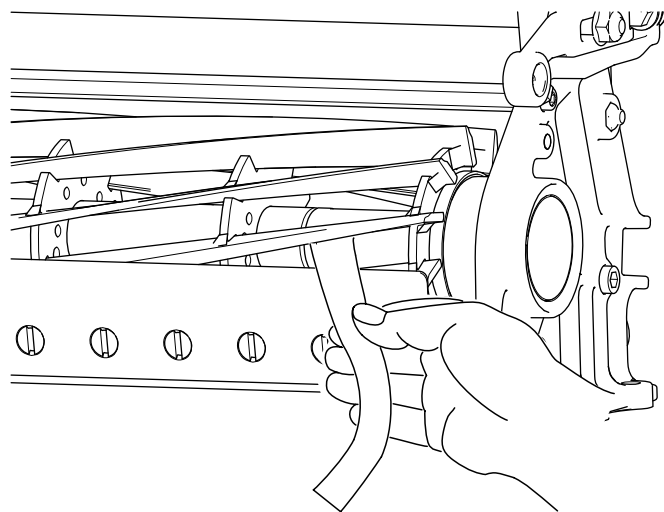

图 10
- B. 在滚刀与底刀之间插入一长条剪切性能纸Toro 零件号 125-5610 纸要与底刀垂直图 10 然后缓慢向前旋转滚刀此操作应能切断性能纸如果不能请重复步骤 A 和 B 直至切断为止。
11. 在滚刀与底刀之间插入一长条剪切性能纸 Toro 零件号 125-5610 纸要与底刀垂直 图 10 然后缓慢向前旋转滚刀此操作应能切断性能纸如果不能将每个底刀架调节螺丝都顺时针旋转 1 格直至切断为止。